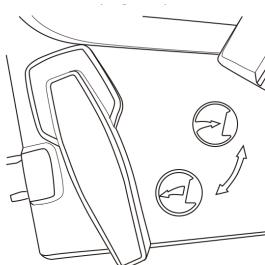

Fig. 12
3. Mueva la palanca (5) a la posición con el ícono de soplador para usar el producto como sopladora. (Ver Fig. 12)
4. Asegúrese siempre de que la palanca (5) esté colocada en una de las posiciones extremas. Escuchará un "clic" cuando la palanca esté bien ajustada. No use el producto con la palanca en una posición intermedia.